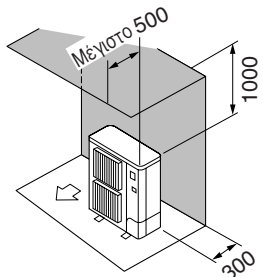

Fig. 2-3
- ② Εμπόδια στην πίσω και επάνω πλευρά μόνο (Fig. 2-3)